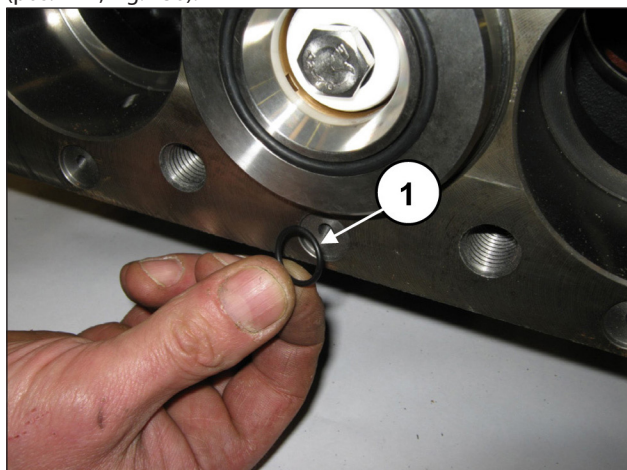

Fig. 130
Aplicar las 6 juntas tóricas frontales del cárter de la bomba (pos. ①, Fig. 130).